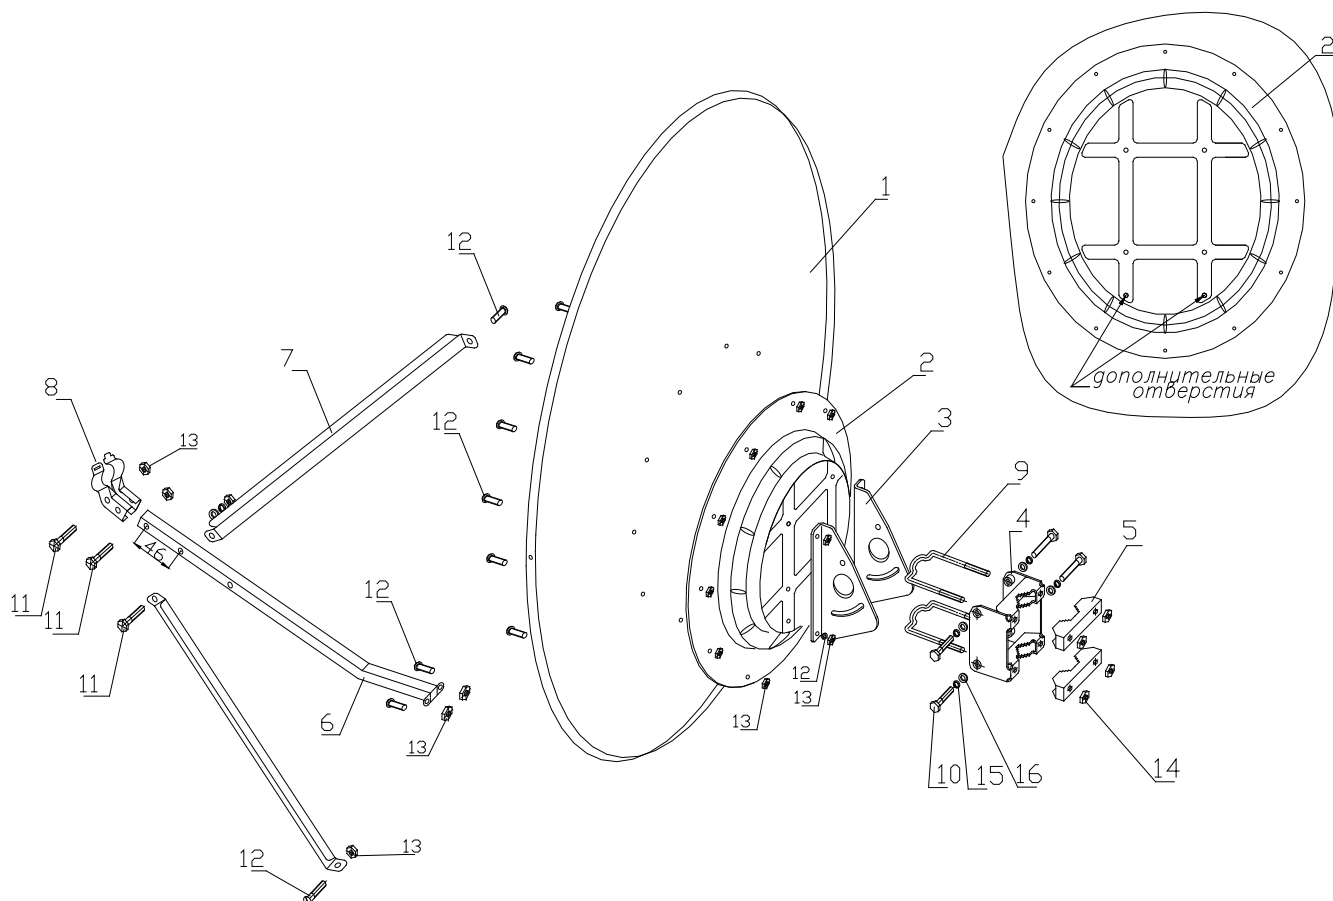

Рис.2
Сборка антенны производится в соответствии с Рис. 2
При закреплении растяжек на дуге конвертородержателя выдерживать размер 46мм (см. Рис. 2).
- 3.7. Установить держатель облучателя (поз.8) вместе с облучателем на дуге конвертородержателя, для чего: вставить выступ на левой половине конвертородержателя в паз на правой половине конвертородержателя, обхватить ими облучатель и закрепить все в сборе на дуге конвертородержателя болтом М6х35 (поз.11). Установить дополнительно болт М6х35 (Рис.2, поз.11). Сильно не затягивать.